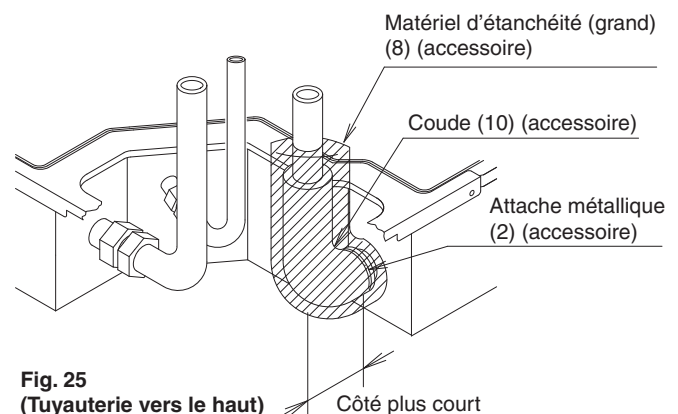

Fig. 25
- Le tube d'évacuation peut être connecté à partir de 3 directions. **(Reportez-vous à la Fig. 25, 26 et 27)**
(Reportez-vous aux Fig. 25, 26, 27 et 31)
4. Isolez l'attache métallique (2), le tube d'évacuation (1), le coude (10) avec le matériel d'isolation (Grand) (8) joint. **(Reportez-vous aux Fig. 25, 26, 27 et 33)** (L'attache métallique (2) risque de suinter et de la condensation risque de s'égoutter.)